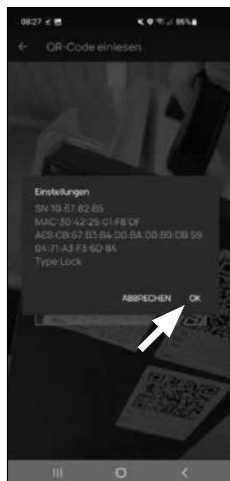

Fig. 5
- ⑤ La fenêtre d'enregistrement de la caméra s'ouvre. Scannez le code QR.
- ⑥ Un message apparaît immédiatement avec les données de votre cylindre : confirmez-le en bas à droite par « OK » (Fig. 5).